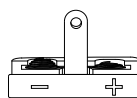
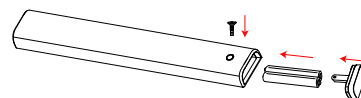

Figura 1
Figura 2
3. Instale las pilas en su compartimento tal y como se muestra en la ilustración (Figura 2). Observe que la cubierta de dicho compartimento hay indicaciones sobre la polaridad -positiva- y negativa- de las pilas (Figura 1). Ponga de nuevo la cubierta en su lugar, apriete firmemente el tornillo de sujeción y seguidamente compruebe que el mando a distancia funciona correctamente.